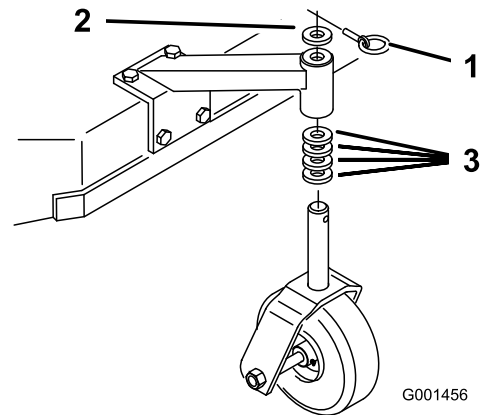

Figure 14
1. En vous reportant à la Tableau des hauteurs de coupe \(page 21\), ajustez les entretoises des roues pivotantes en fonction du trou de réglage de l'essieu sélectionné (Figure 14).
2. Retirez la goupille de verrouillage, sortez la roue pivotante de son support et changez les entretoises (Figure 14).
3. Mettez la roue pivotante en place dans le support et insérez la goupille de verrouillage (Figure 14).